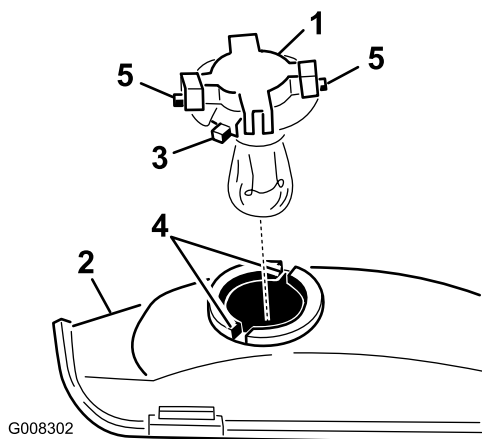

Figura 29
7. Ruotate il portalampada di 1/4 di giro in senso antiorario e toglietelo dal riflettore (Figura 29).